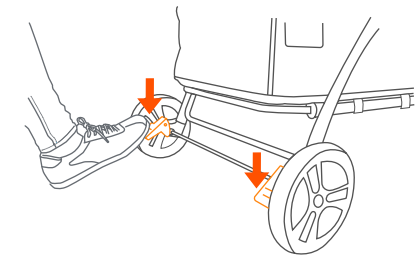

Fig. 12a
- Pour engager les freins, appliquer une légère pression vers le bas sur les leviers de frein de l'axe arrière. La poussette peut nécessiter un léger mouvement vers l'avant ou l'arrière afin d'aligner les dents du frein avec les trains d'engrenage de chaque frein de roue (Fig. 12a).